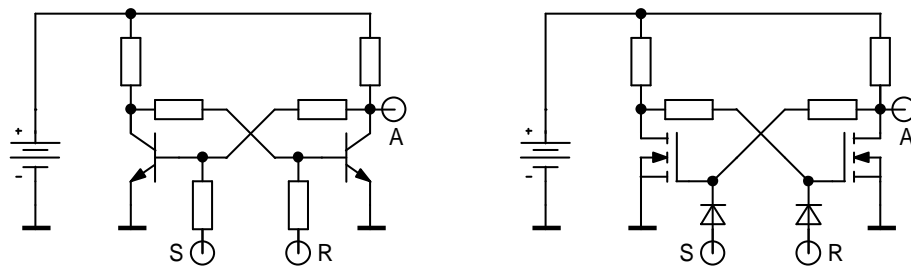

Abbildung 10: Grundschtung des bistabilen Multivibrators mit Setz- und Rücksetzeingang (Set, Reset), links mit bipolaren Transistoren, rechts mit MOSFETs.
**Der bistabile Multivibrator (Flip-Flop):** Bei dieser Schaltung gibt es zwei stabile Zustände, Transistor 1 leitend oder Transistor 2 leitend, zwischen denen hin und her geschaltet werden kann. Abbildung 10 skizziert die Grundschtung. Beim Einschalten stellt sich einer der beiden stabilen Zustände zufällig ein, kurze positive Impulse an den Eingängen setzen den Ausgang A auf positive Spannung (Set) oder auf Null (Reset).